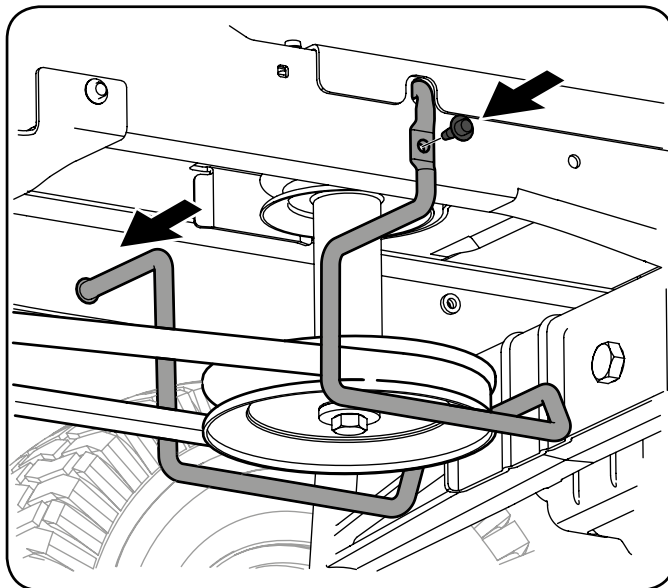

Рисунок 3-11
11. На моделях с ручной системой управления отбором мощности установите новый ограничитель приводного ремня и закрепите его винтом с шестигранной головкой, снятым при демонтаже старого ограничителя (см. рис. 3-11).